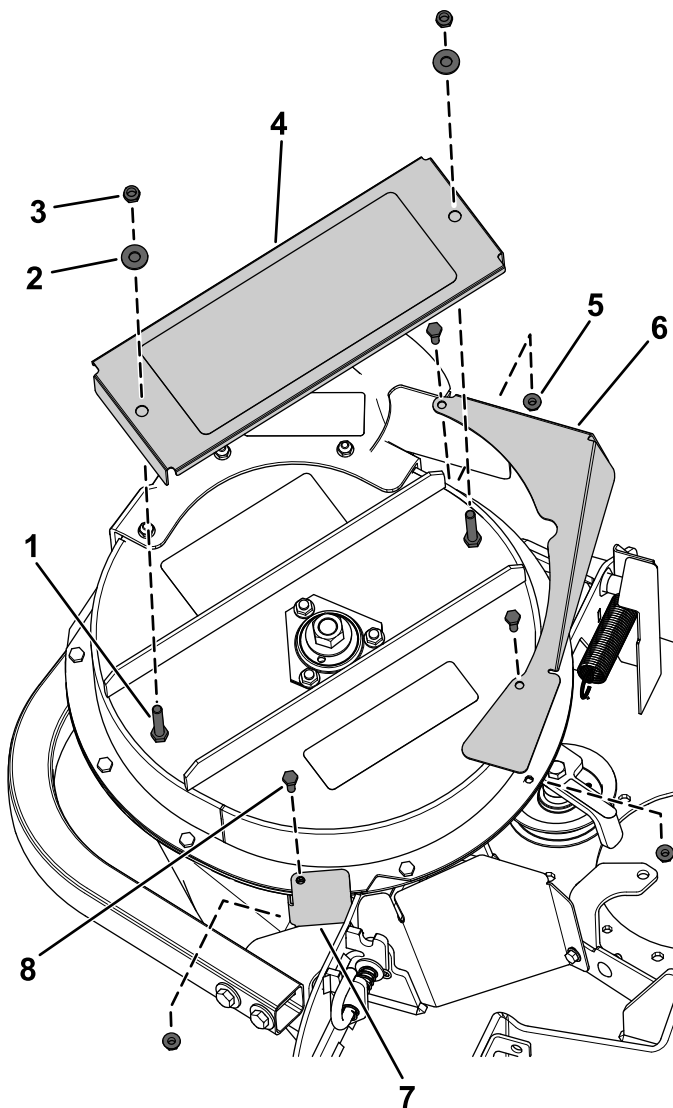

Figura 8
4. Fissate la protezione anteriore CE utilizzando 1 bullone a testa esagonale ($\frac{1}{4}$ " x $\frac{3}{4}$ ") e il dado di bloccaggio ($\frac{1}{4}$ ") rimosso in precedenza come illustrato nella **Figura 8**.
2. Fissate la protezione del tensionatore CE al soffiatore utilizzando 2 bulloni a testa esagonale ($\frac{1}{4}$ " x $\frac{3}{4}$ ") e i 2 dadi di bloccaggio ($\frac{1}{4}$ ") rimossi in precedenza come illustrato nella **Figura 8**.
3. Fissate la protezione dell'albero CE utilizzando 2 dadi di bloccaggio ($\frac{5}{16}$ ") e 2 rondelle (**Figura 8**).